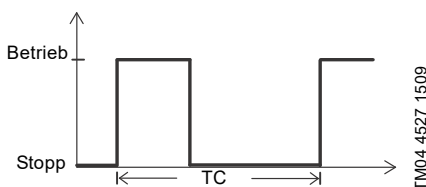

Abb. 4 S3-Betrieb
Der S3-Betrieb besteht aus einer Reihe von zehnmütigen Betriebszyklen (TC). Jeder Zyklus umfasst eine vierminütige Dauerbelastung, gefolgt von einer sechsminütigen Ruhephase. Während des Zyklus wird kein thermisches Gleichgewicht erreicht. Siehe Abb. 4.